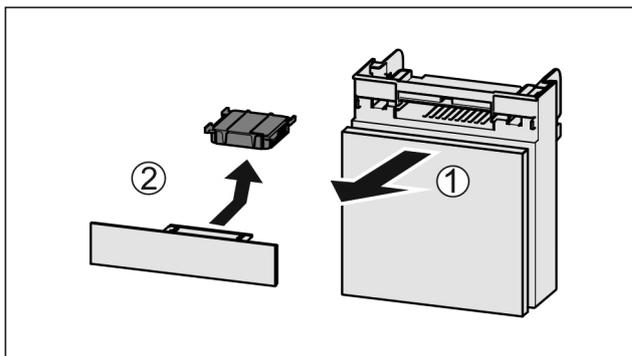

Fig. 140
- ▶ 向前拉出 Fig. 140 (1) 抽屉。
- ▶ 取出 Fig. 140 (2) 活性炭过滤器。